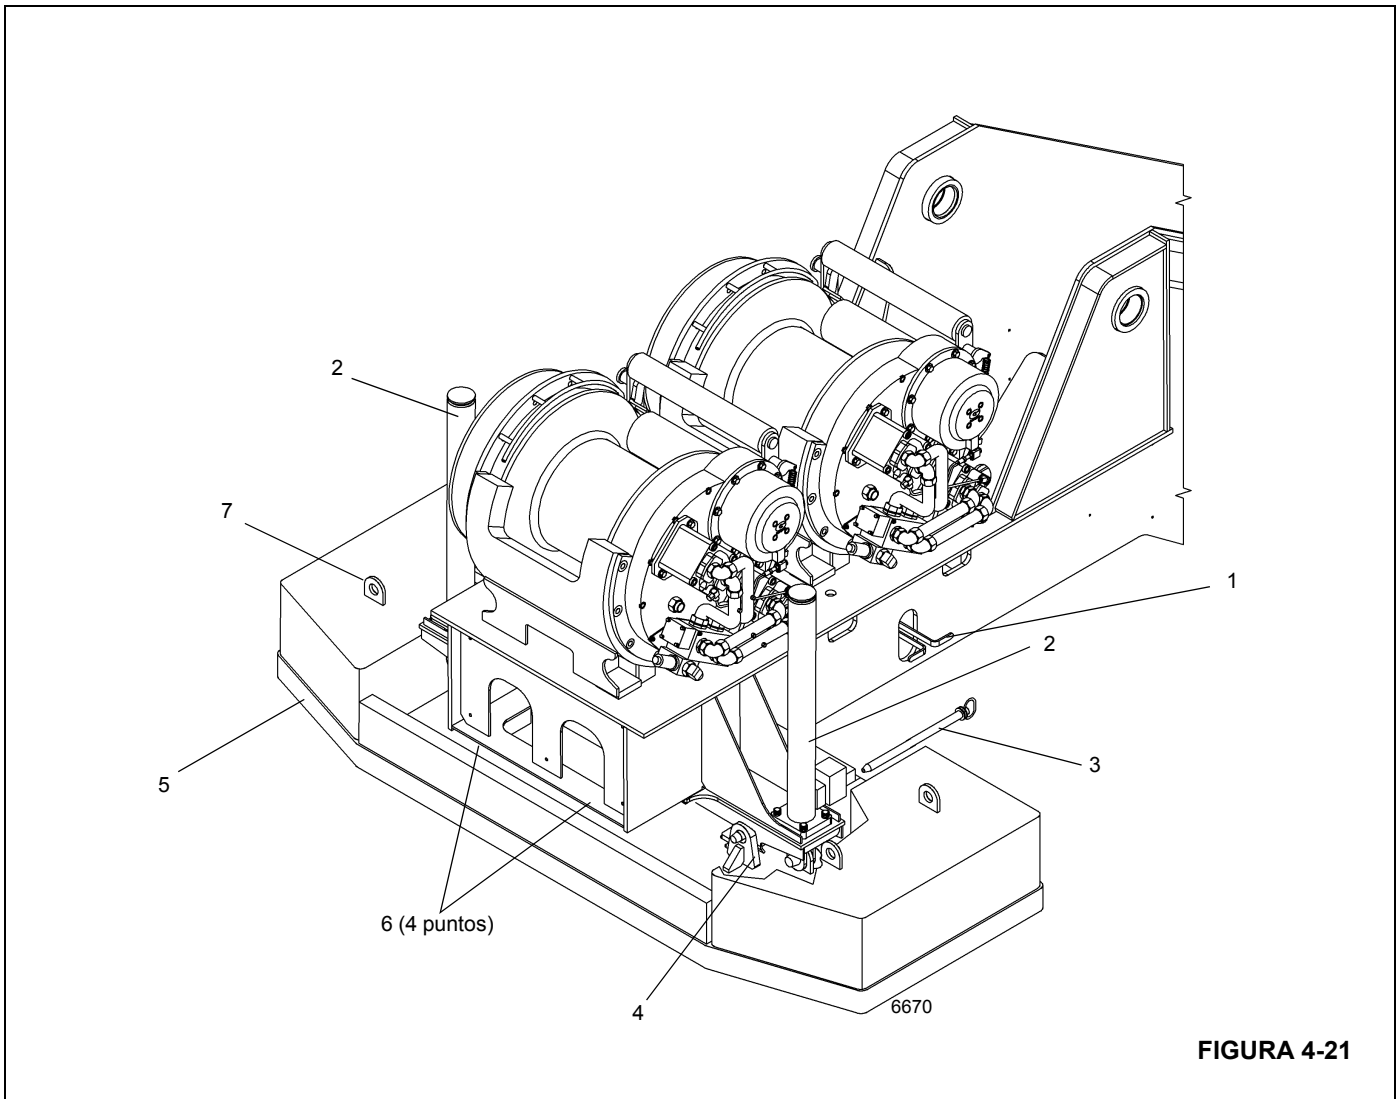

FIGURA 4-21
5. Utilice los interruptores de la válvula de retiro del contrapeso (Figura 4-20) y (Figura 4-21) ubicados en ambos lados de la plataforma de giro para bajar los cilindros del contrapeso. Fije los cilindros al contrapeso, usando los pasadores de fijación de los cilindros. Instale pasadores de retención en los pasadores de fijación.